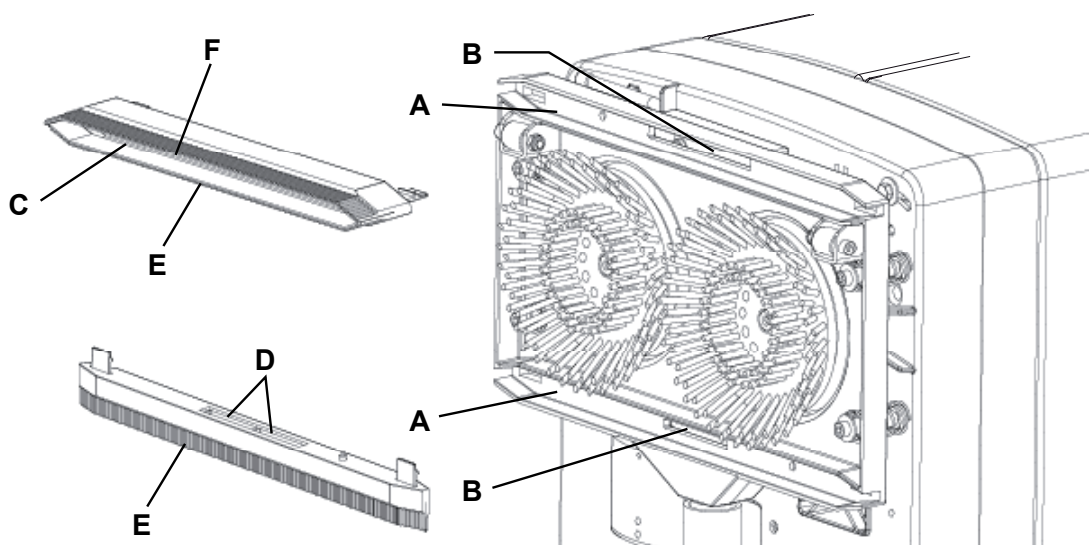

Abbildung 2
2. Überprüfen, ob das Netzkabel (10) vom Stromnetz getrennt ist.
3. Um an den Bürsten-/Padhalterkopf zu gelangen, Gerät mit dem Schubbügel (2) anheben.
4. Sauglippen durch Drücken der Haltefedern (27) entfernen.
5. Bürstenhalter-/Sauglippenkopf (9) überprüfen und reinigen, insbesondere Förderöffnungen (A, Abb. 2) und Ansaugöffnung (B) von Schmutz und Abfällen befreien.
6. Die Sauglippe abspülen und reinigen. Insbesondere Förderöffnungen (C) und Ansaugöffnung (D) von Schmutz und Abfällen befreien.
7. Überprüfen, ob die beiden Gummis (E) und (F) unversehrt sind und weder Schnitten noch Risse aufweisen, gegebenenfalls Sauglippe austauschen.